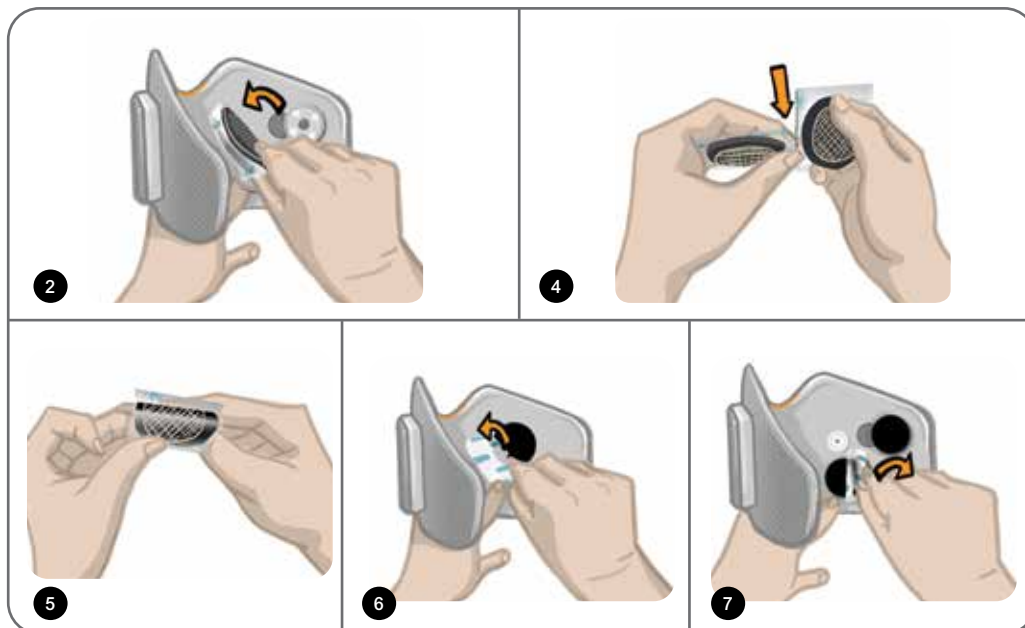

Figure 11-7 : Remplacement des électrodes hydrogel
**Pour remplacer les électrodes hydrogel L300 : (reportez-vous à la figure 11-7)**